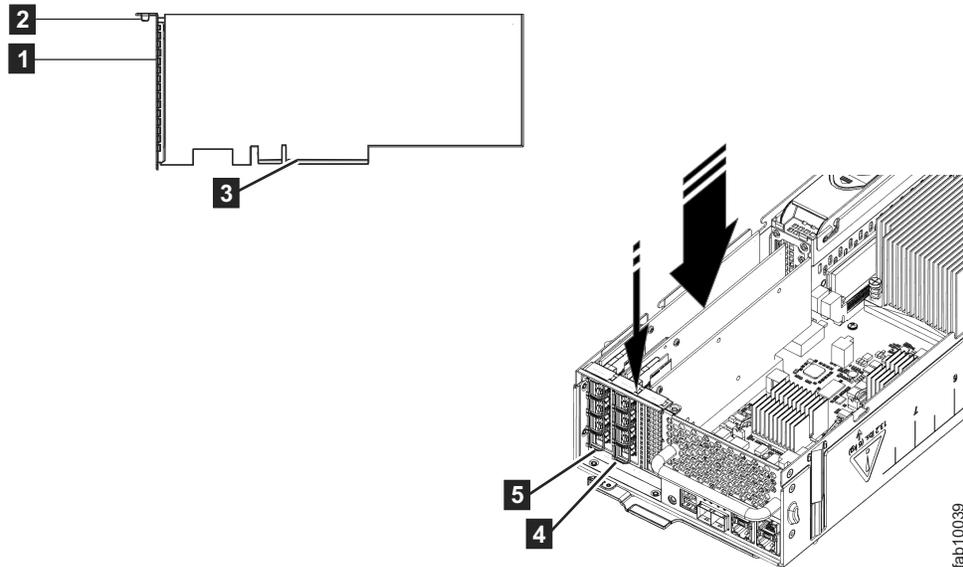

図 47. ホスト・インターフェース・アダプター の取り付け
6. 交換用のホスト・インターフェース・アダプター **1** をパッケージから取り出します。 218 ページの図 47 は、ホスト・インターフェース・アダプターの取り付けについて示しています。